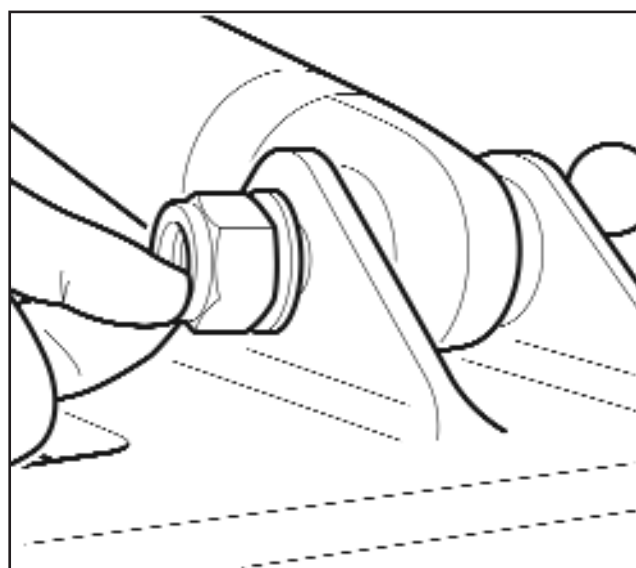

Fig 3.16
2. Faire tourner l'amortisseur et tirer lentement pour l'allonger, jusqu'à ce que l'oeil inférieur s'aligne avec les orifices de montage dans le support du bras oscillant (figure 3.16). Poser le boulon de fixation, la rondelle plate et un écrou neuf.